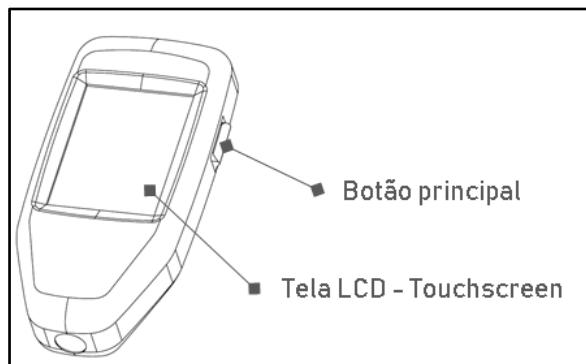

Figura 8 - Controle - Botão principal e tela LCD Touchscreen
- A mensagem: **“SISTEMA PAUSADO – TOQUE PARA INICIAR”**, significa que todos os parâmetros para iniciar a operação estão adequados. Nesse caso, pressione o botão principal/tela (Figura 8) e confirme o início da operação.
Para silenciar os alarmes por 3 minutos, apertar uma vez o botão principal/tela (Figura 8).
1. Pause o funcionamento do sistema ao apertar brevemente o botão principal/tela (Figura 8);